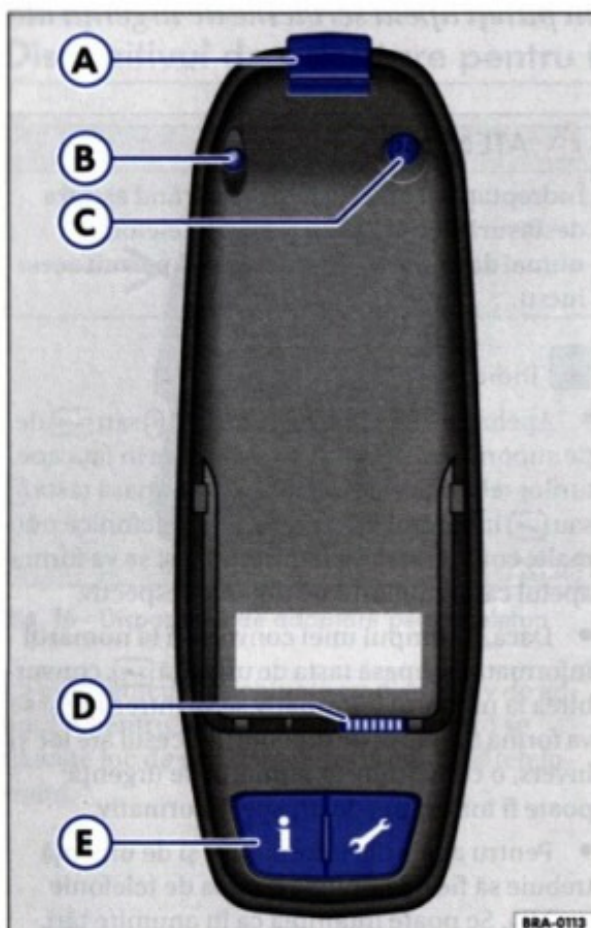

Fig. 18 Suportul telefonului
- Așezați telefonul mai întâi în partea de jos în conectările sistemului ⇒ fig. 18 (D), apoi în partea de sus în suport, până se fixează.